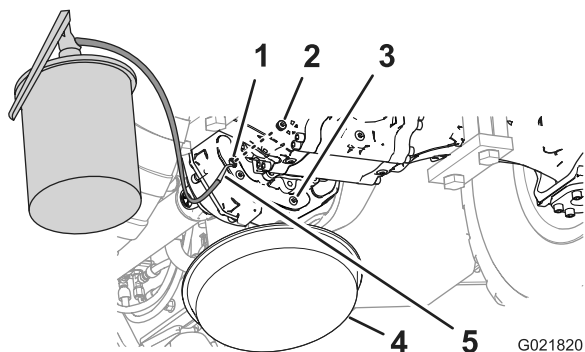

Рисунок 74
- Установите одну из пробок в сливное отверстие трансмиссии (Рисунок 74).
- Залейте масло указанного типа в трансмиссию через смотровое отверстие, пока масло не будет на уровне резьбы в нижней части отверстия (Рисунок 74).
- Установите другую пробку в смотровое отверстие трансмиссии (Рисунок 74).